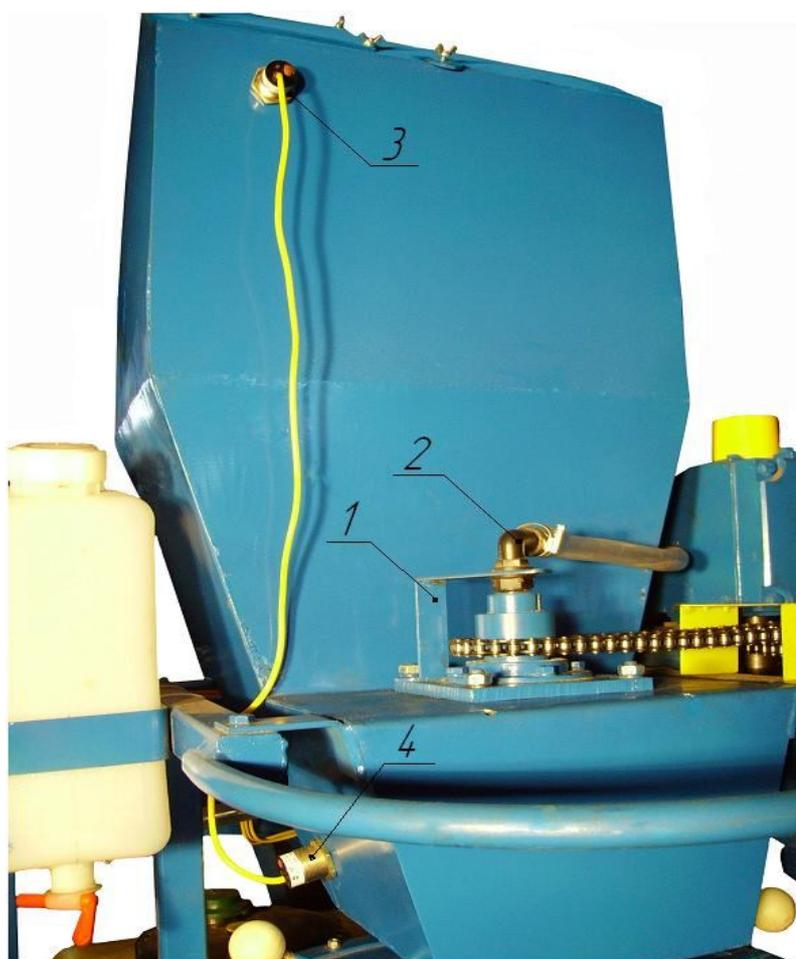

Рис. 11. Бункер зерновой (задний кожух снят).
2.3. Подача семян и рабочей жидкости в камеру протравливания синхронизирована с помощью трех датчиков (рис. 11), которые смонтированы на бункере семян. Приводом загрузочного шнека управляют верхний и средний датчики, приводом самохода, насоса-дозатора и дозатора зерна - нижний.